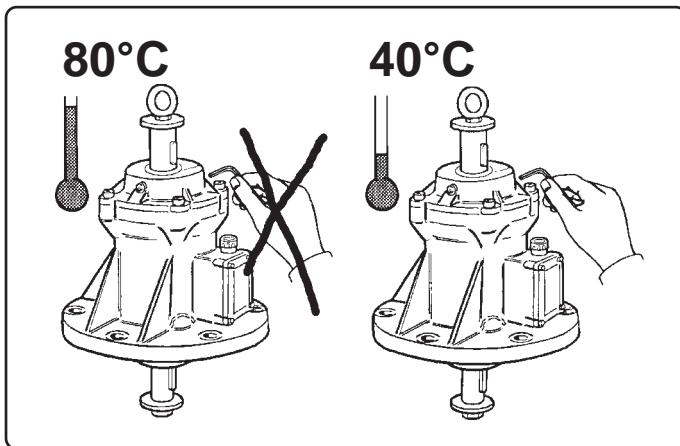

Fig. 4
- Attendere pertanto il raffreddamento prima di intervenire sul motorizzatore (Fig. 4).**
- Always wait until the equipment has cooled before working on the motor-driven vibrator (Fig. 4).**
- Avant d'intervenir sur le motovibrateur attendre qu'il ait refroidi**(Fig. 4).
- Darauf warten, daß der Rüttelmotor auskühlt, bevor irgendwelche Eingriffe vorgenommen werden (Abb. 4).**
- Esperar por lo tanto que el motovibrador se enfríe antes de operar con él (Fig. 4).**